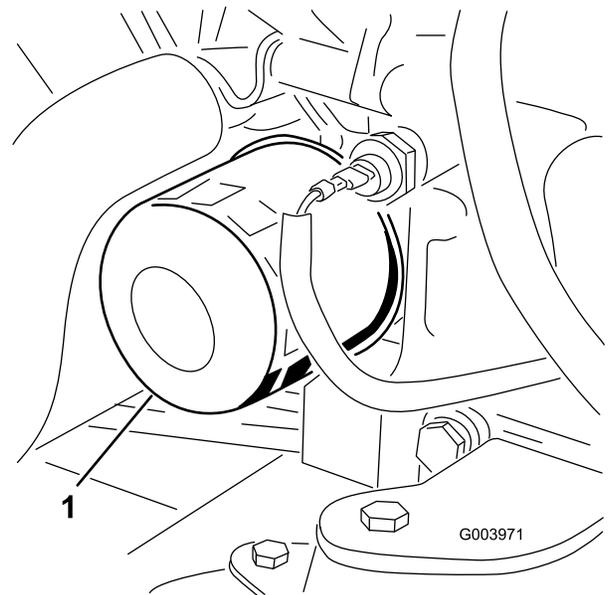

Figura 61
3. Retire o filtro do óleo (Figura 61).